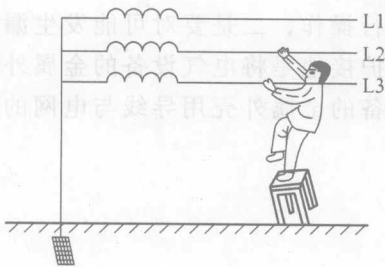

图 1-2 两相触电
(2) 两相触电 两相触电是指人的两个部位同时触及两根带电的不同相线时, 电流流经人体形成回路。此时, 加在人体上的电压是线电压(380 V), 如图 1-2 所示。